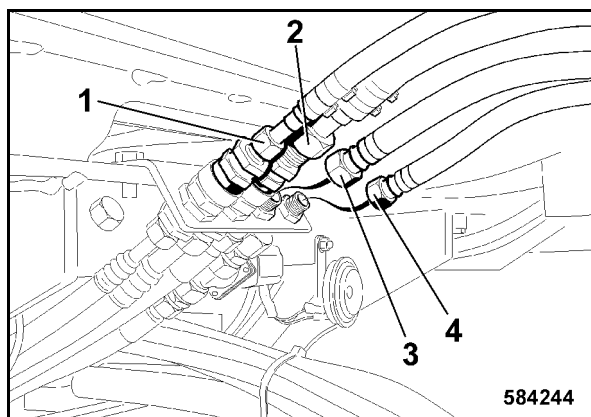

Fig. 217
- Establecer el empalme para el tubo de alimentación 1 (Fig. 217) y de retorno (2) para el sistema de aire acondicionado con cierres rápidos.
- Establecer el empalme para el tubo de alimentación (4) y de retorno (3) de la calefacción. (Prestar atención a la marca en la manguera.)